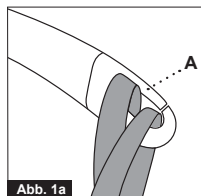

Abb. 1a
Lassen Sie beim Befestigen der Hebeschleife an den Haken Vorsicht walten. Stellen Sie sicher, dass die Schlaufen vollständig durch die Gummi-Aushängesicherung (A) gezogen und ordnungsgemäß an den Haken des Aufhängebügels befestigt sind. Wenn Sie den Startknopf zum Heben betätigen, überprüfen Sie noch einmal, dass alle Schlaufen korrekt in den Haken des Aufhängebügels verbleiben. (Abb. 1a und Abb. 1b).